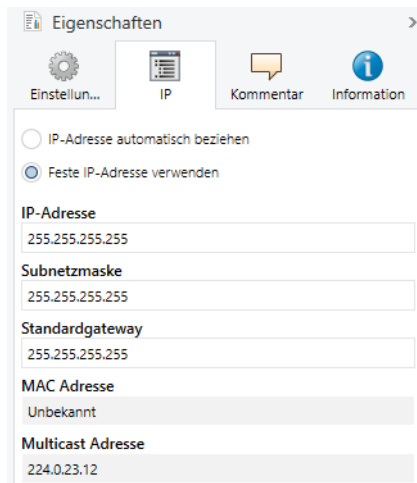

Abbildung 22: IP-Einstellungen
3. Die zur Verfügung stehenden Auswahlmöglichkeiten finden Sie in Abbildung 22 und in der Tabelle 12 "Einstellungen zur manuellen IP-Adressen-Eingabe oder zum automatischen Bezug" auf S. 31.